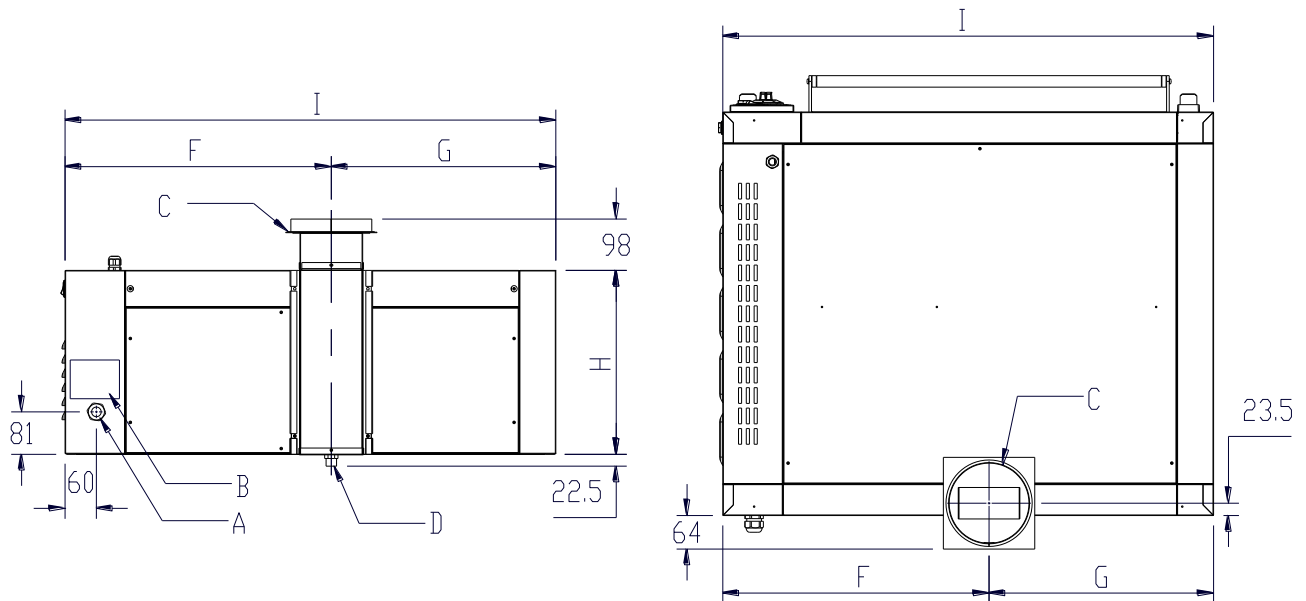
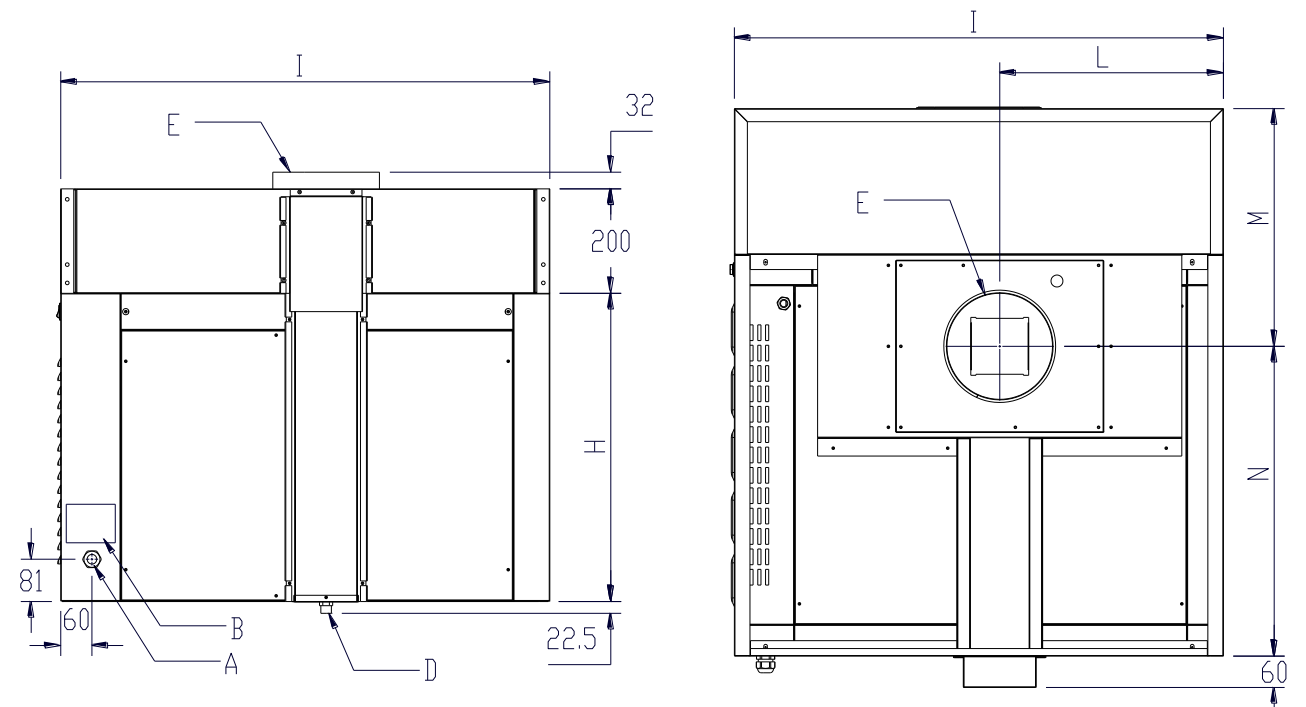

Abb.4.4 Stellung des Elektrokabeleintritts, der Schwaden ausgabe, des Kondenswasseraustritts und des Kennschild im Falle eines Moduls ohne Oberteil.
Abb.4.5 Stellung des Elektrokabeleintritts, der Schwaden ausgabe, des Kondenswasseraustritts und des Kennschild beim Modul mit Oberteil.
Für die Position der Anschlüsse am Schwadenabzug, den Abb. 4.4. beim Modul ohne Oberteil, und Abb. 4.5 beim Modul mit Oberteil nachschauen.
- 1) Schwadenabzugverbindung, im Falle eines Moduls ohne Oberteil (siehe Abb. 4.4 Stellung C)
- 2) Kondenswasserauslauf (siehe Abb. 4.4 Stellung D)